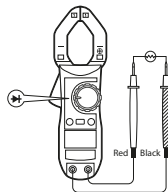

imagen 5
C. Comprobación de diodos (ver imagen 5)